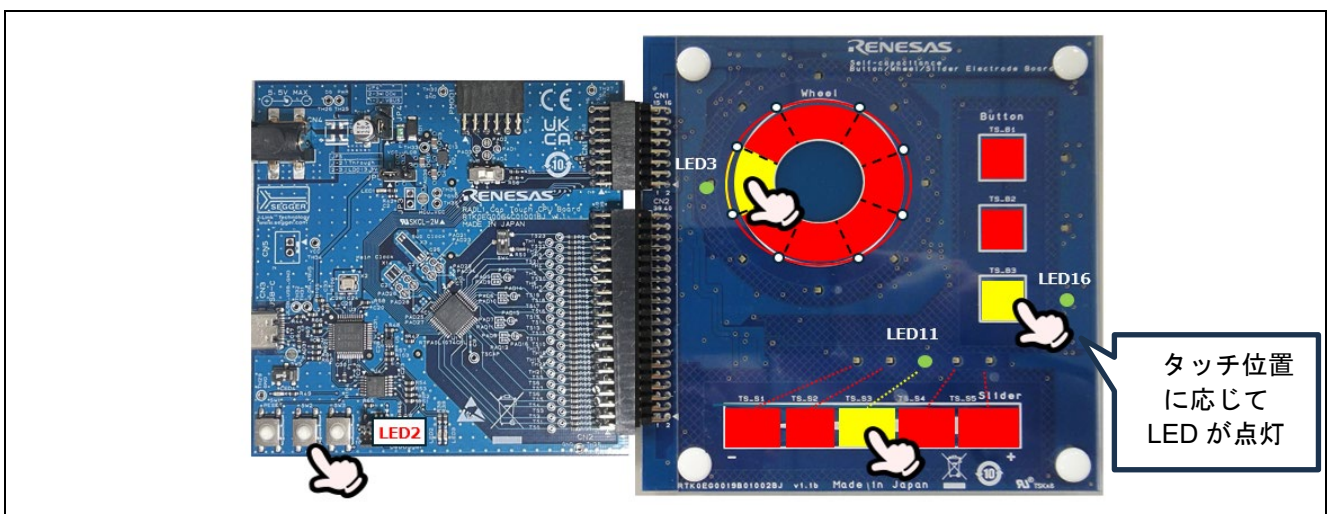

図 1-2 静電容量タッチボタン、スライダ、ホイールの動作と連動した LED の制御
2. 電極ボードの 3 つのボタン、ホイール、スライダと連動した LED を制御します。(図 1-2 参照)
CPU ボードのプッシュボタンと連動した LED 制御をします。SW2 を押すと LED2 が点灯します。SW3 を押すと LED3 が点灯します。(図 1-2 参照)